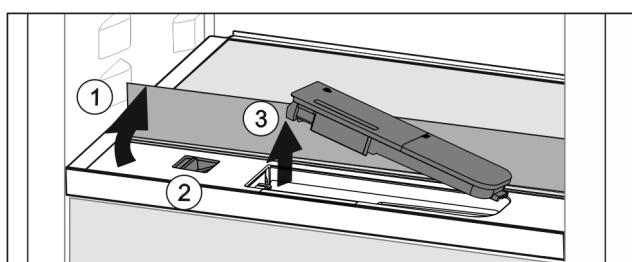

Fig. 164
- Повдигнете стъклената плоча и я завъртете до ограничителя назад Fig. 164 (1).
- Преместете плъзгача Fig. 164 (2) наляво.
- Извадете резервоара за вода Fig. 164 (3).